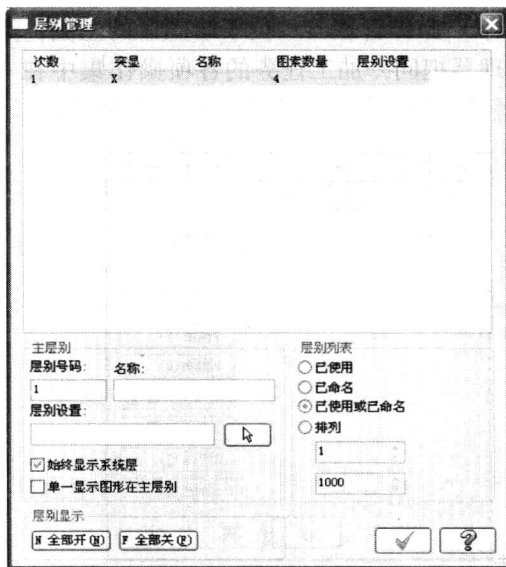

图 1-8 【层别管理】对话框
- 6) **层别 1**。图层是管理图形的一个重要工具。一个 Mastercam 图形文件可以包含线框模型、曲面、实体、尺寸标注、刀具路径等对象。把不同的对象放在不同的图层中, 可以控制任何对象在绘图区可见或不可见。单击 **层别** 按钮, 系统弹出如图 1-8 所示的【层别管理】对话框。在 Mastercam X5 软件中, 可以设置 1~255 中的任何一层为当前构图层, 也允许复制、移动图层从一个层到另一个层, 或隐藏图层、给图层命名等。另外, 还可以在 **层别 1** 的文本框中直接输入某层别号, 用户可以定义当前的工作层, 控制图素在工作区的显示等。